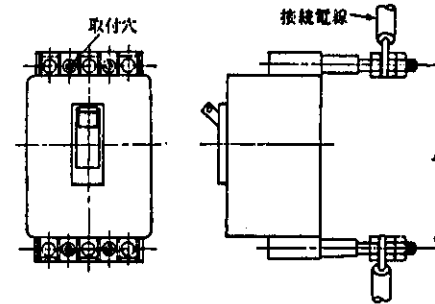

図 10-7 配線用遮断器の中継端子 (JIS-C-8370 による)
これに対し②のようにボルト自体に電流を流す場合には、ボルトの太さは電線の太さと同等以上にしなければならない。だが、これについてもはっきりした規定は見あたらない。図 10-7 に示すような配線用遮断器について規定した JIS-C-8370 に表 10-3 (b) のような規定があるのでこれを参考にして決めるとよい。